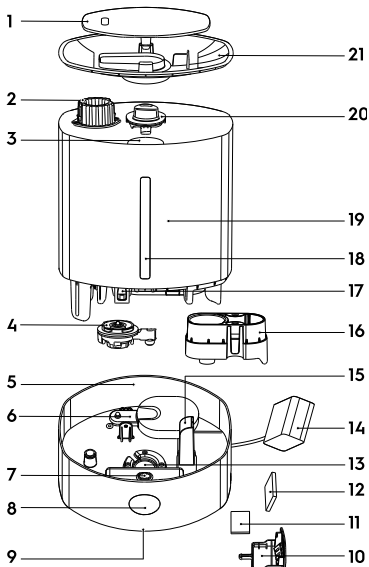
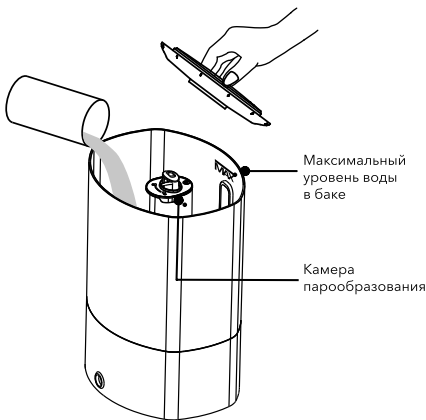

Рис. 1
Рис. 2
3. Налейте чистую воду непосредственно в емкость для воды. Уровень воды не должен превышать отметку MAX внутри бака (рис.2). Воду можно заливать в воронку для залива воды (рис.1).
При перемещении увлажнителя всегда держите прибор за основание (рис. 1), во избежание падения части прибора, с основными электронными узлами. Если в приборе есть вода, во избежание ее попадания в электронные узлы через шахту вентилятора (рис. 1), держите его горизонтально.
1. До начала чистки необходимо выключить прибор кнопкой переключения режимов (рис. 1) и отключить устройство от сети.
2. Снимите крышку распылителя и выньте емкость для воды (рис. 1). Слейте воду из основания прибора. Следите за тем, чтобы вода не попала в шахту вентилятора. Если это произошло, необходимо дать прибору высохнуть и обратиться в сервисный центр.